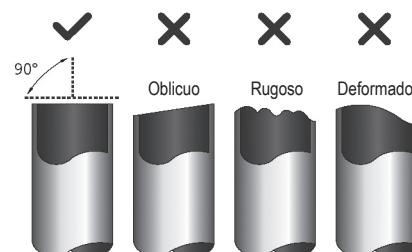

Fig. 6.1
- Asegúrese de que el tubo se corta en un perfecto ángulo de 90°. En la Fig. 6.1 se muestran ejemplos de malos cortes